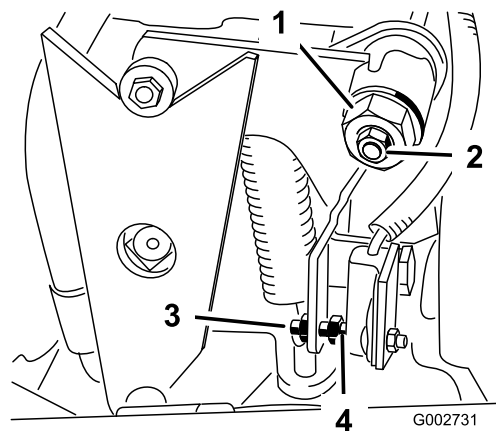

Figure 33
4. Desserrez le contre-écrou de la came de réglage de transmission (Figure 33).
5. Mettez le moteur en marche et tournez l'hexagone de la came (Figure 33) dans un sens puis dans l'autre pour déterminer la position centrale de la course de réglage du point mort.
3. Ajustez la vis jusqu'à obtenir un écartement de $1,5 \text{ mm} \pm 0,8 \text{ mm}$ (Figure 33).